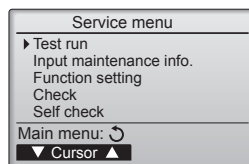

Fig. 7-1
- ① Seleccione "Test run" (Modo prueba) desde el Menú principal, y pulse el botón [ACEPTAR]. (Fig. 7-1)